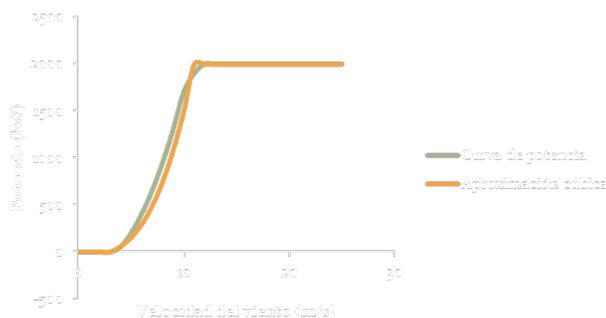

Figura 3. Aproximación cúbica a la curva de potencia.
- Aproximación Cúbica:** Este modelo establece que la potencia generada es proporcional al cubo de la velocidad del viento hasta alcanzar la potencia nominal. Es el más preciso de los tres para reflejar el comportamiento real del aerogenerador, ya que la potencia depende en gran medida del cubo de la velocidad del viento en la mayoría de los rangos operativos. En la Figura 3 se representa la aproximación cúbica.